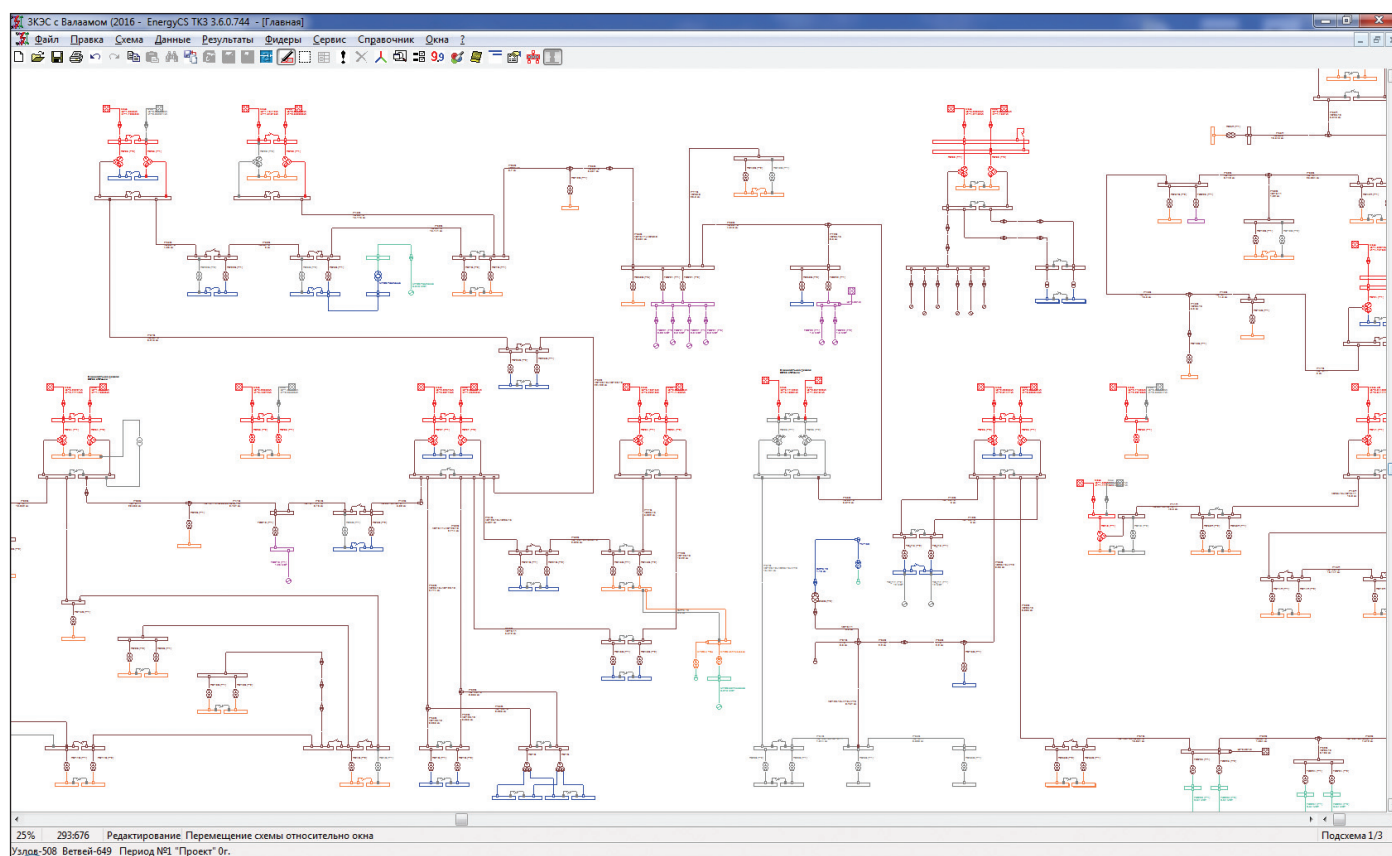

Рис. 1. Главная расчетная схема ПО "Западно-Карельские электрические сети"
На первом этапе созданы главные расчетные схемы ПО филиала (рис. 1). В схемах отображены сеть 35 кВ и подстанции 110/35/10(6) кВ с подключенными эквивалентами сети 110 кВ от РДУ. Данные схемы стали основными для ПО – они позволяют определять параметры аварийных режимов в любой точке сети 35 кВ и ниже.